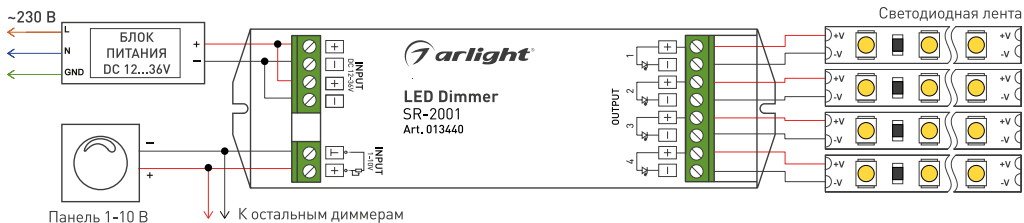
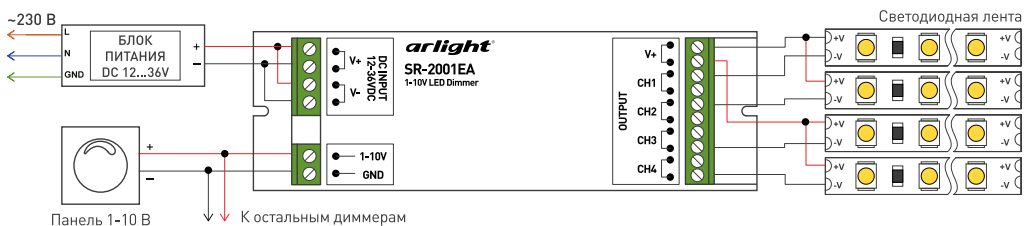

Рис. 1. Схема подключения SR-2001.
Рис. 2. Схема подключения SR-2001EA.
- 3.3. Подключите светодиодную ленту или другой светодиодный источник света к выходу «OUTPUT» диммера (см. Рис. 1 и Рис. 2), соблюдая полярность.